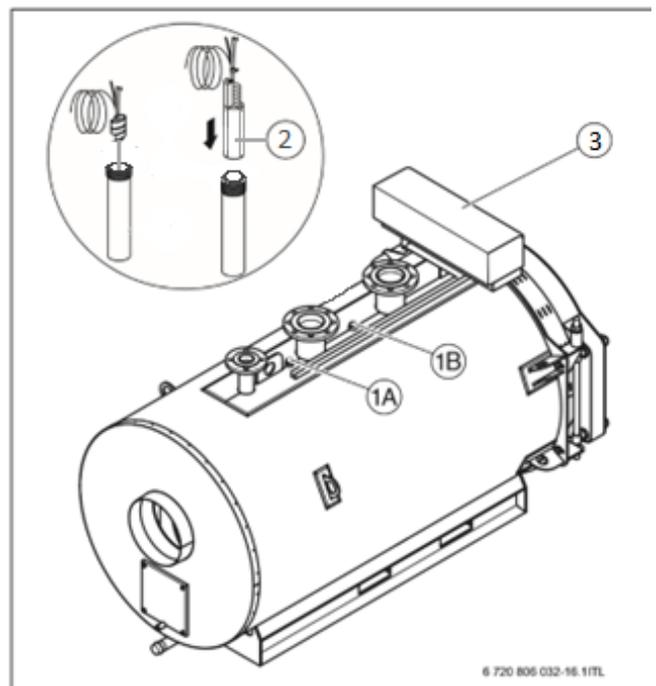
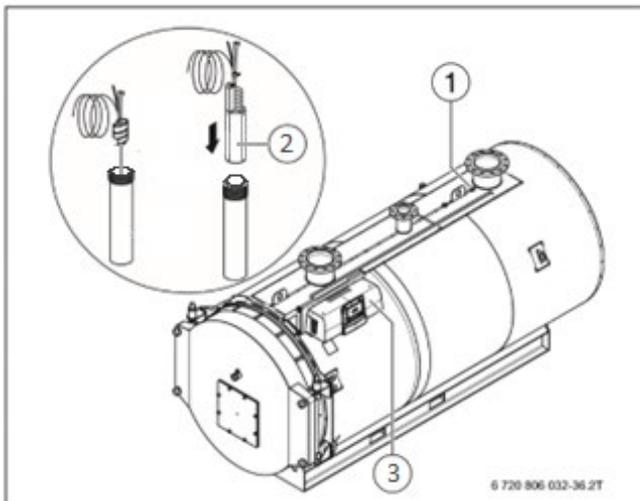

Рисунок 20 Установка датчика температуры SK 120 – 820 кВт
Рисунок 21 Установка датчика температуры SK 1040 – 1850 кВт
Датчики предохранительного ограничителя температуры (STB) и регулятора температуры (TR) **должны** устанавливаться в точках замера на верхней стороне котла (→Рисунок 20 и Рисунок 21).
УВЕДОМЛЕНИЕ: возможно повреждение оборудования из-за неправильного положения датчиков! Датчики предохранительного ограничителя температуры (STB) и регулятора температуры (TR) должны устанавливаться в точках замера на верхней стороне котла (Рисунок 20 и Рисунок 21).